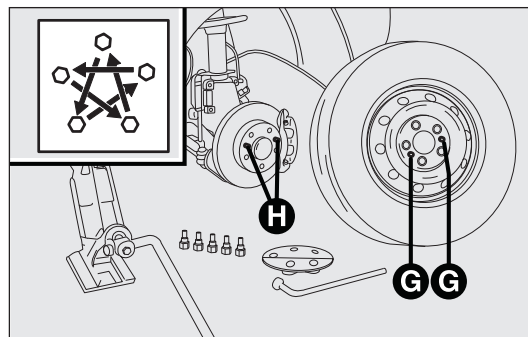

fig. 166
- Montera reservhjulet så att hålen G-fig. 166 överensstämmer med respektive sprintar H. Se till att reservhjulet är rent och utan smuts på kontaktytan med navet. I annat fall kan fästbultarna lossna.
- Dra åt bultarna ordentligt och korsvis enligt schemat som visas i fig. 166.